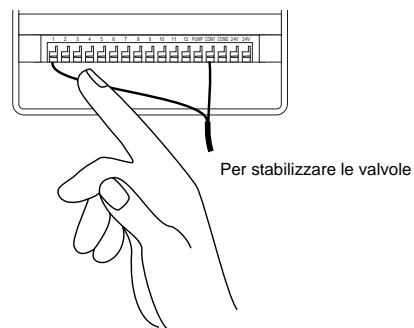

FIGURA 23: Collegamento dei fili delle valvole
- Può essere necessario aprire il terminale per consentire l'inserimento e la rimozione del filo. A tal fine basta premere verso l'alto la linguetta che si trova nella parte superiore del morsetto [vedere Figura 23].
- Collegare il neutro al morsetto identificato con **COM** [vedere Figura 23].